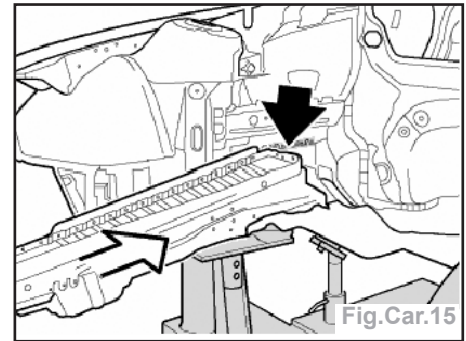

Fig.Car.15
- Monter la partie AV de longeron moteur de rechange de biais par le bas en faisant attention à la bride recourbée du renfort du tablier (Fig.Car.15).